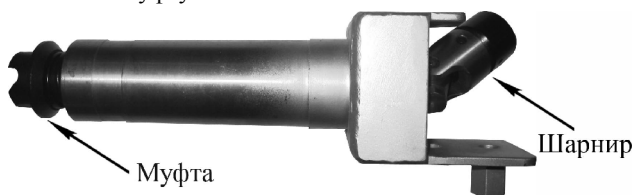

Рис. 5.
5. Нажимая на поворотный механизм вперед, прокрутить вал за внешнюю муфту. См. Рис. 5.